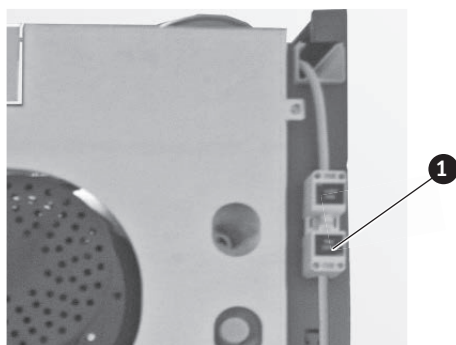

Fig. 100 Débrancher la fiche secteur
- ▶ Avant d'ouvrir le tableau de distribution ou pour les interventions de service ou de réparation, débrancher la chaudière. Débrancher la fiche secteur située à l'arrière – Fig. 100.